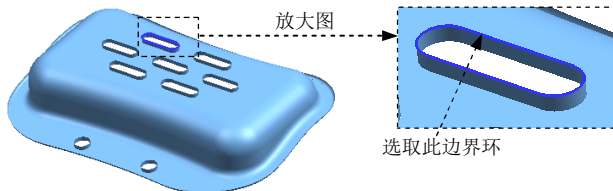

图 1.31 定义有界平面的边界
Step2. 定义边界。选取如图 1.31 所示的边界环为有界平面边界。